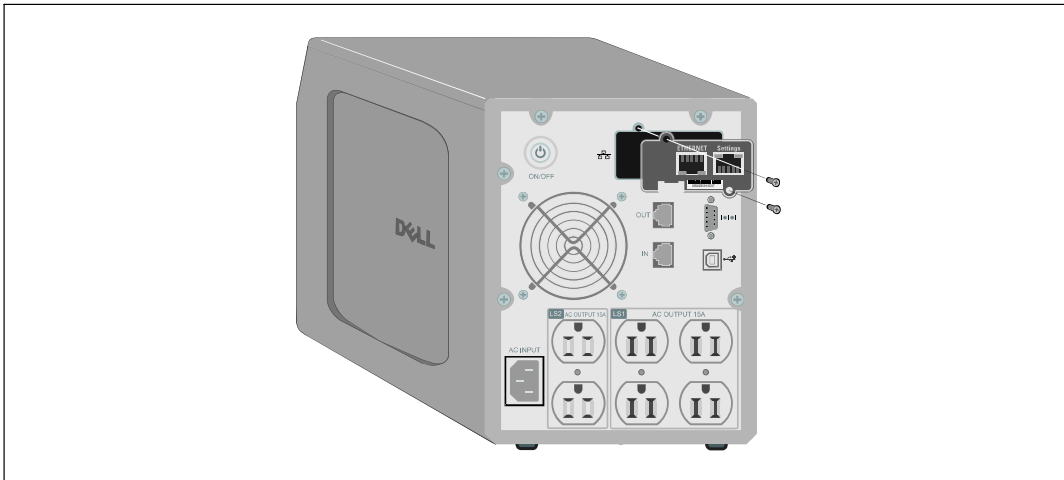

Abbildung 4. Installieren der Karte
- 1 Entfernen Sie die Abdeckung des Kommunikationsanschlusses von der USV (siehe Abbildung 4). Bewahren Sie die Schrauben auf.
- 4 Schieben Sie die Karte in den freien Steckplatz und befestigen Sie sie mit den beiden Schrauben, die Sie in Schritt 1 abgenommen hatten (siehe Abbildung 4).